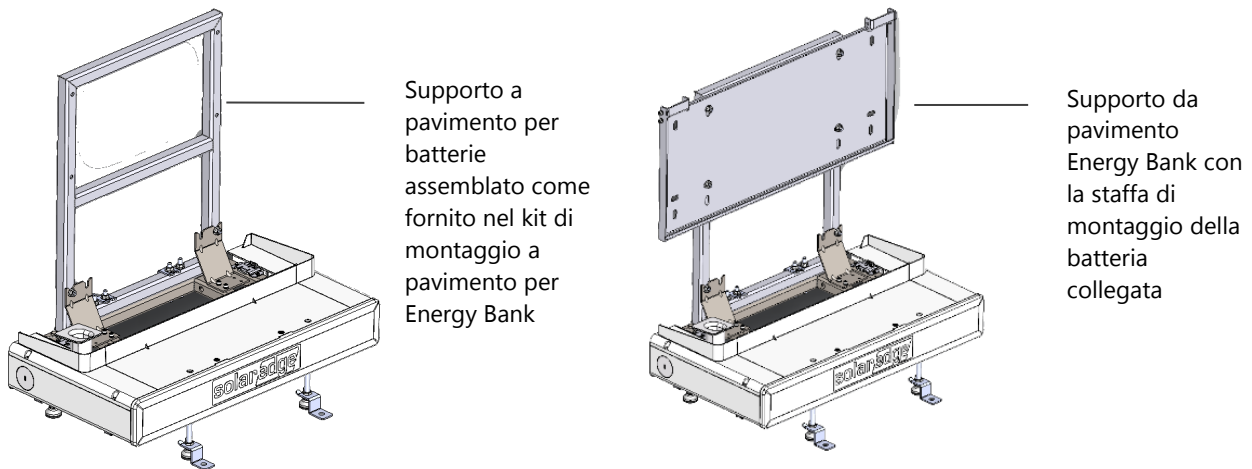

Figura 2: Supporto da pavimento assemblato e supporto da pavimento con staffa di montaggio della batteria
Il supporto da pavimento assemblato include la base e il supporto posteriore come illustrato a sinistra nella Figura 2. La parte destra della figura mostra la staffa di montaggio della batteria una volta collegata al supporto da pavimento assemblato.
8. Avvitare senza stringere un dado M8 (1/2") su ciascuno dei quattro perni del supporto posteriore per tenere in posizione la staffa di montaggio della batteria e poi stringere completamente a 17 Nm/150 in*lb per fissare definitivamente la staffa di sospensione come mostrato nella Figura 2.